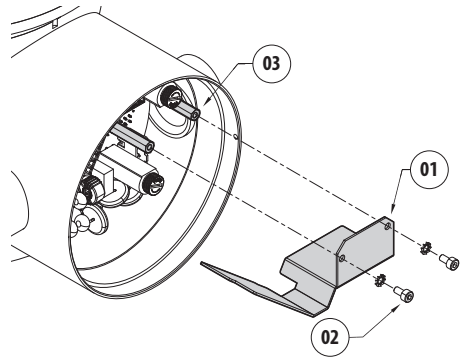
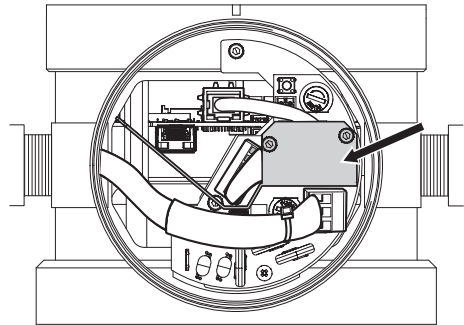

Abb. 18
Abb. 19
Die Barriere (01) mit den geeigneten Schrauben und Scheiben (02) an den vorgesehenen Abstandsstücken (03) befestigen (Abb. 18, Seite 32 und Abb. 19, Seite 32).